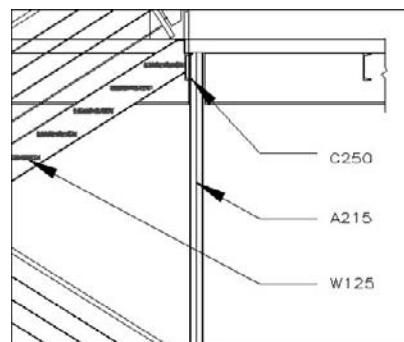

Fig.9.46
- 4 Pointer un second point pour indiquer la direction de l'alignement (B).
- **Distribuer** (Distribute): permet d'espacer régulièrement le contenu entre deux points sélectionnés (fig.9.46).